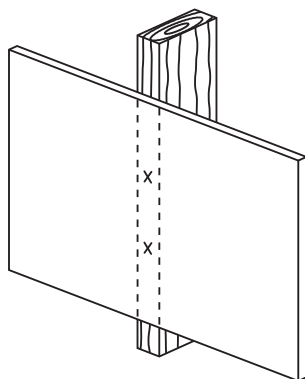

Рис. 1
3. Отметьте точками два места, предназначенные для крепления кронштейна на стену (см. рис. 1), и отложите настенную часть кронштейна в сторону.